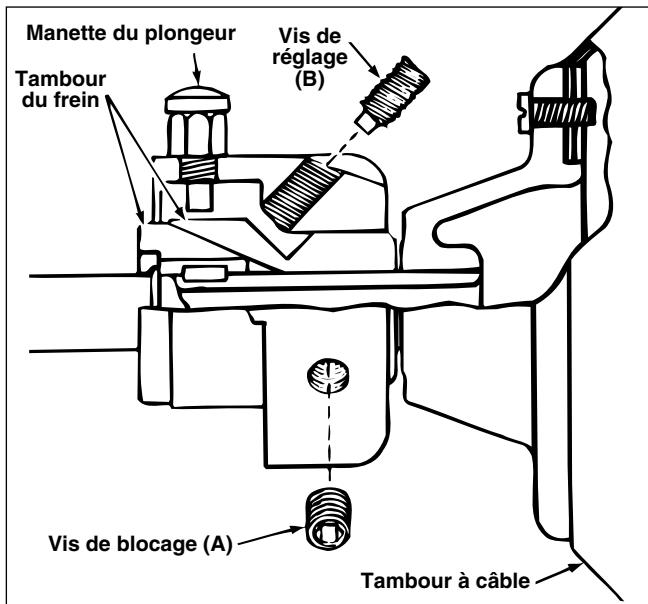

Figure 9 – Adaptateur de câble
4. Dévissez légèrement les deux vis de blocage (A) à l'aide d'une clé Allen de $\frac{5}{32}$ po (*Figure 9*).
5. Tournez la vis de réglage (B) d'un quart de tour à droite (*Figure 9*).
8. Serrez les vis de blocage (A), puis vérifiez à nouveau le serrage de la vis de réglage (B).